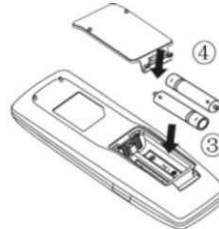

Fig. 2
- (3) Inserire due batterie ministilo (AAA 1,5 V), verificando che la posizione dei poli "+" e "-" sia corretta (come illustrato in Fig. 2 ③).
- (4) Reinserrire il coperchio (come illustrato in Fig. 2 ④).